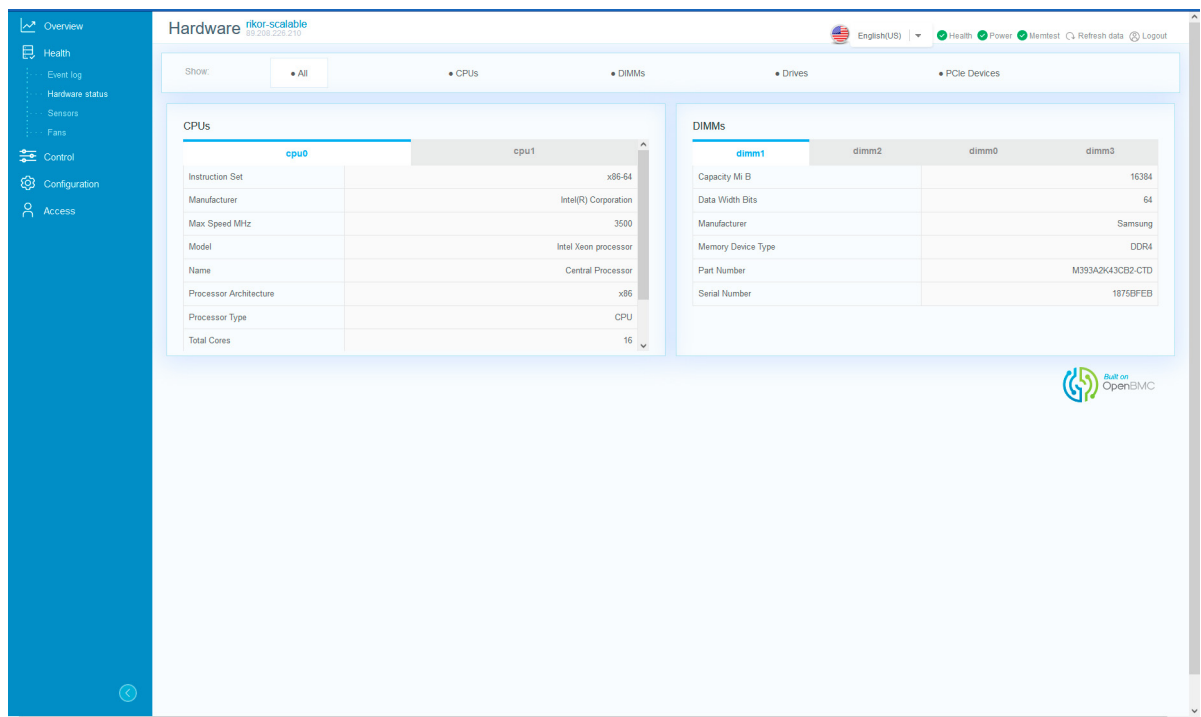

Рис. 79. Окно «Hardware status»
- 3) Пройдите во вкладку «Health» → «Hardware status» в данной вкладке отображается состояние комплектующих установленных в сервер. В поле «Show» произведите фильтрацию комплектующих для отображения состояния комплектующих. Окно показано на рис. 79 Окно «Hardware status»